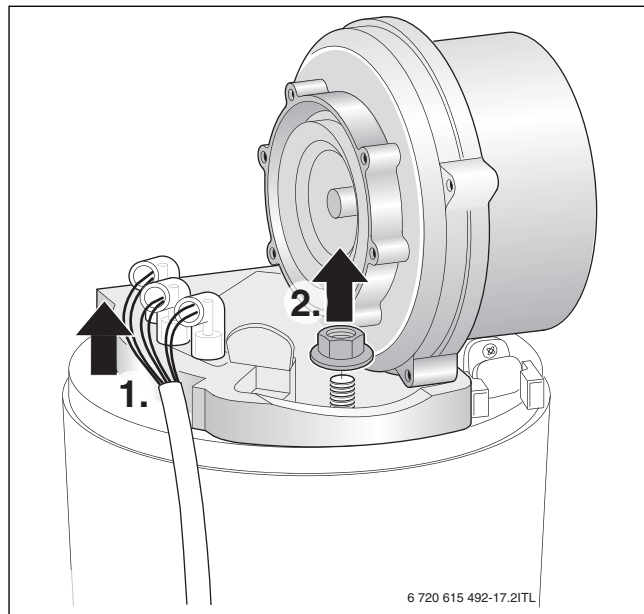

Fig. 46 Udtagning af blæseren
- ▶ Afmonter blandeenheden (→ fig. 46).